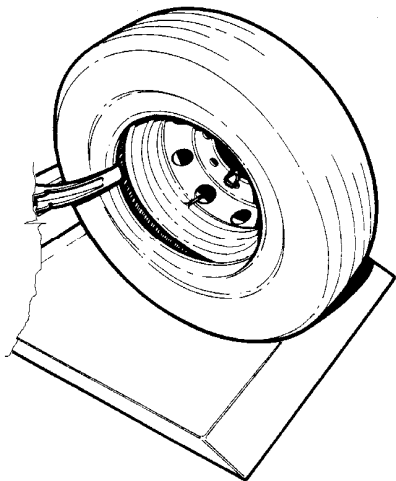

Fig.31
4. Tourner l'arbre dans le sens inverse aux aiguilles d'une montre jusqu'à ce que le talon extérieur soit complètement sorti (Fig.31).